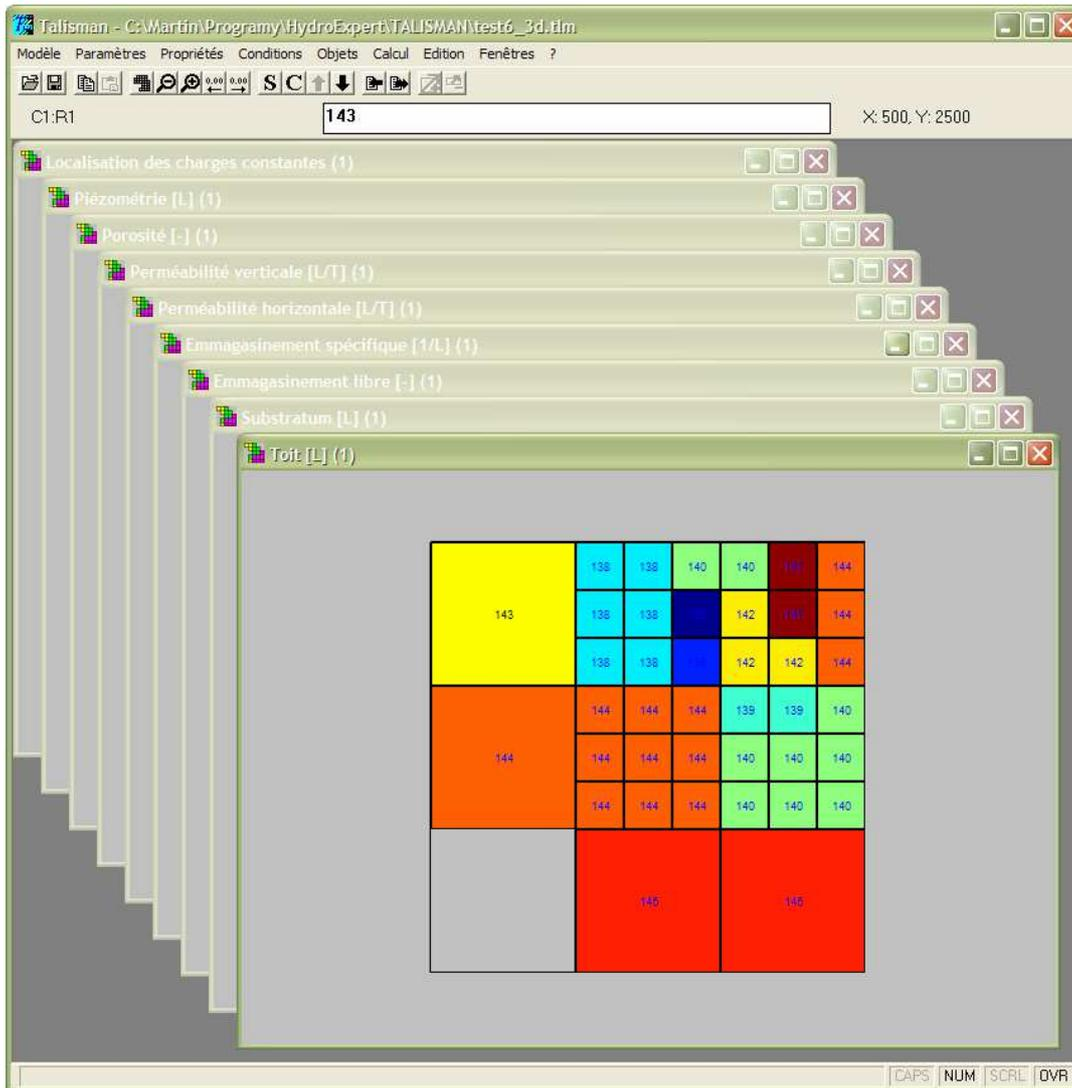

Figure 6 Fenêtres en cascade
- Sélectionner *Fenêtre* dans la barre d'outils, cliquer ensuite sur *Cascade*. Les fenêtres se superposent, comme sur la Figure 6.